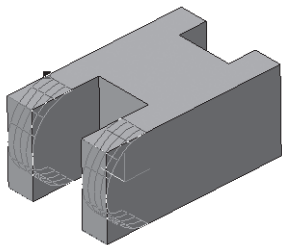

Рис. 214
- укажите скругляемые ребра щелчком ЛКМ по ребру (рис. 214). Обратите внимание: на панели Свойств будет указано количество скругляемых граней 0, ребер – 4;